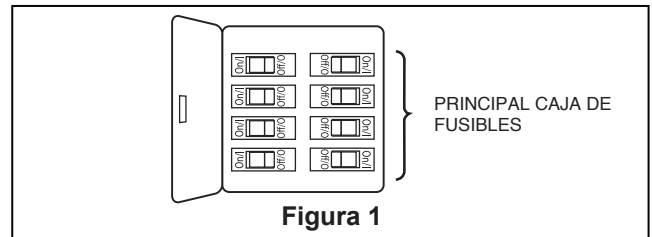

Figura 1
1. Extraiga una de los tornillos de hombro en el soporte del gancho. Afloje el segundo tornillo de hombro sin extraiga completamente. Instale la cubierta rotando la ranura clave en la cubierta sobre el tornillo de hombro del soporte del gancho. Fije el tornillo de hombro. Instale adecuadamente y fije el segundo tornillo de hombro que fue anteriormente guardado. (Figura 1)
1. Apoye el lado liso del soporte de aspas sobre una superficie plana, con la parte interior del soporte mirando hacia arriba. Este es el lado que tiene los pilotes roscados y la base inclinada. Coloque las aspas sobre sus soportes con los postes roscados que se muestran. Asegúrese de que el borde inferior del asa esté completamente asentado sobre el brazo del asa. Coloque la cubierta del soporte de aspas sobre el asa, y alinee los orificios sobre los pilotes roscados. Con un destornillador Phillips, enrosque ambos tornillos en los pilotes pero no los ajuste por completo. Antes de ajustarlos por completo, alinee la línea central del soporte de aspas con el centro del extremo del asa. Ajuste ambos tornillos para asegurar el asa. (Figura 1)